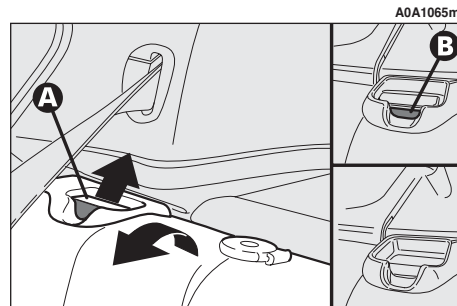
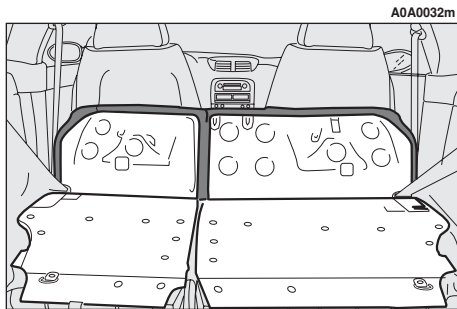

fig. 25
fig. 26
— transversalement entre les dossiers des sièges avant et les coussins rabattus des sièges arrière quand le coffre à bagages est totalement agrandi (voir fig. 26).
– soulever le levier (**A-fig. 25**) de retenue des dossiers et les rabattre vers l'avant, de façon à obtenir un plan de chargement unique (**fig. 26**).
– soulever le levier de retenue du dossier (**A-fig. 25**) et le rabattre vers l'avant.
- soulever les dossiers en les poussant vers l'arrière, jusqu'à percevoir le déclic de blocage des deux mécanismes d'accrochage, en vérifiant visuellement la disparition de la "bande rouge" (**B-fig. 25**) présente sur la partie supérieure des leviers. Cette "bande rouge" indique en effet le manque d'accrochage du dossier;